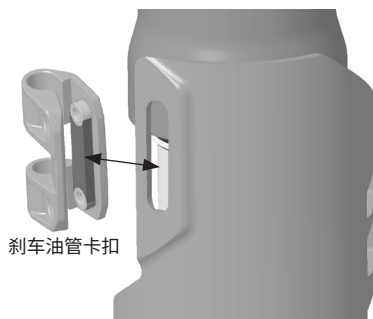

图 4: 在下叉护板上安装卡扣
1. 将刹车油管卡扣安装到下叉护板的开槽上(图 4)。确保卡扣凸起完全嵌入护板的插槽中。